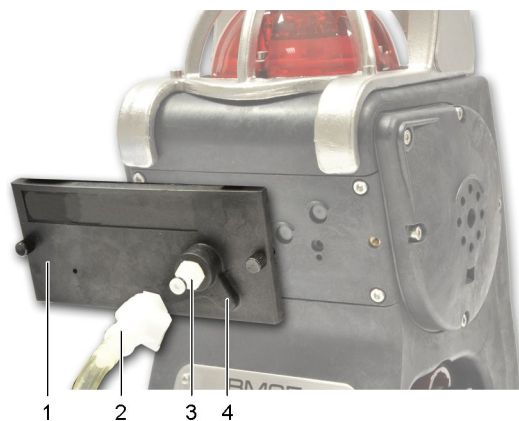

Figure 15 : mise en place de la coiffe sur la BM25A/AW avec pompe électrique
- Alimentée par la batterie de la balise, la pompe interne se met automatiquement en marche à la mise en place de la coiffe d'injection de gaz (Figure 15, rep. 1) ; cette dernière est reconnaissable de par la présence d'un bossage (rep. 4).